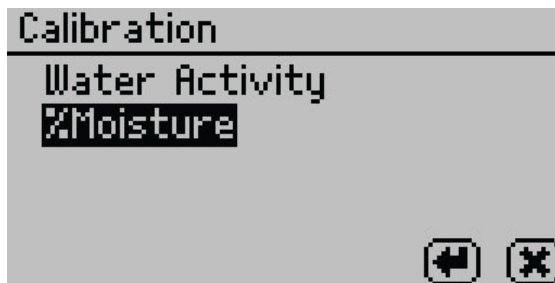

Figure 15 Select %Moisture on the Calibration tab
8. Chọn **%Moisture** từ danh sách của màn hình **Calibration** (Figure 15).